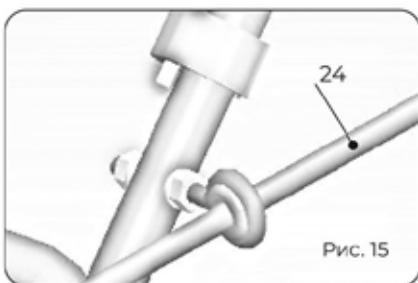
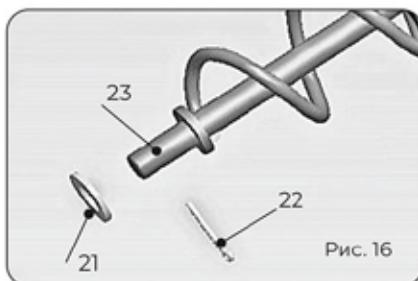

Рис. 15
Рис. 16
8. Установите верхнюю часть рукоятки поворота желоба (поз. 24) рисунок 15 в кронштейн, расположенный на рукоятке руля. Нижнюю часть (поз. 23) установите в отверстие кронштейна, расположенную на корпусе снегоуборщика, оденьте шайбу 10x20x2,(поз. 21), зафиксируйте шплинтом (поз.22), рисунок16.